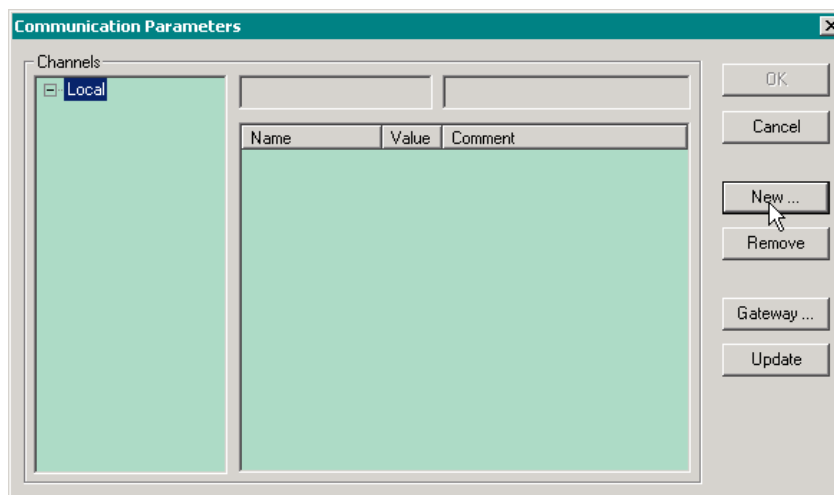

Рис. 13. Диалоговая панель параметров коммуникационного сервера связи с удаленным контроллером
2. Выберите команду меню **Online–Communication Parameters...** На экран будет выведена диалоговая панель **Communication Parameters**, показанная на рис. 13
3. Выберите команду меню **Online–Communication Parameters...** На экран будет выведена диалоговая панель **Communication Parameters**, показанная на рис. 13.